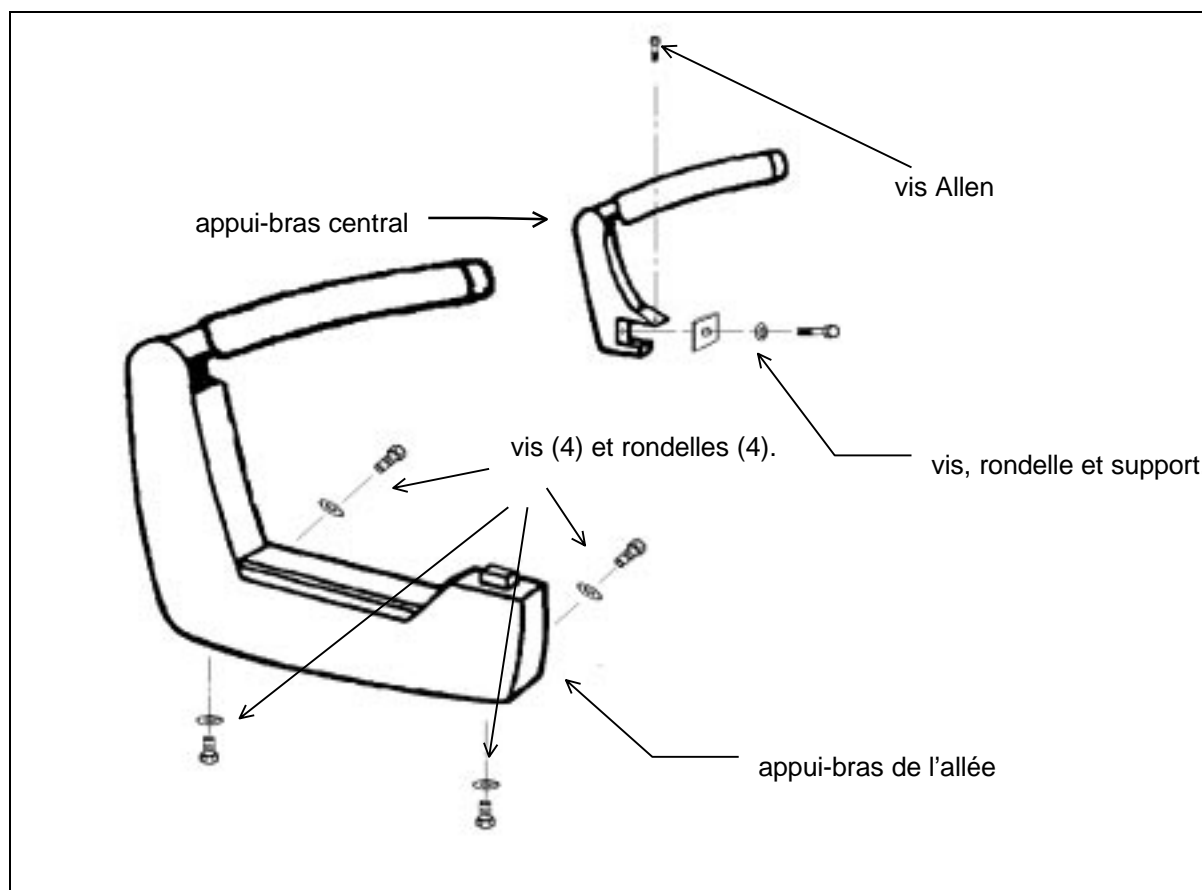

FIGURE 1: APPUI-BRAS
1. Enlever l'appui-bras en retirant les quatre vis et quatre rondelles (Fig. 1).